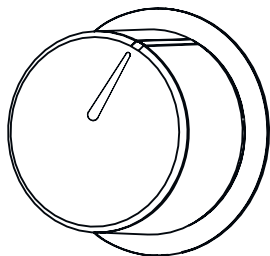

Fig. 13: Кнопка отжата
- После завершения процесса готовки, установите риску на кнопке в вертикальное положение и вожмите кнопку (Рис. 13).